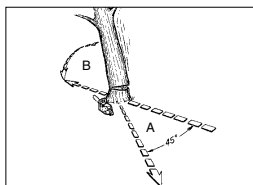

Abb. 12
ACHTUNG: Vor dem Schneiden sollte ein Rückzugspfad (A) geplant und freigelegt werden. Der Rückzugspfad sollte nach hinten und diagonal zur Rückseite der erwarteten Fallrichtung verlaufen, wie in Abb. 12 dargestellt ist.
ACHTUNG: Wenn der Fällschnitt sich dem Ankerpunkt nähert, beginnt der Baum zu fallen. Sobald der Baum zu fallen beginnt, ziehen Sie die Säge aus dem Schnitt heraus, stoppen Sie den Motor, legen Sie die Kettensäge ab und verlassen Sie den Bereich über den Rückzugsplatz (Abb. 12).